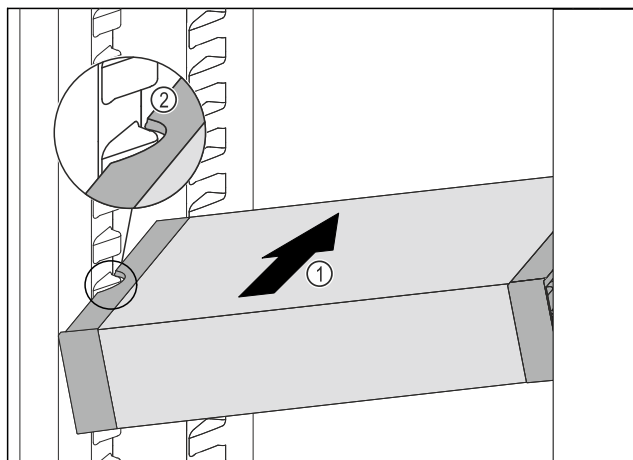

Fig. 87
- ▶ Inserire VarioSafe ad angolo nel vano frigorifero Fig. 87 (1), fino a quando le cavità laterali Fig. 87 (2) di VarioSafe non si trovano al livello della nervatura del contenitore nel vano frigorifero.